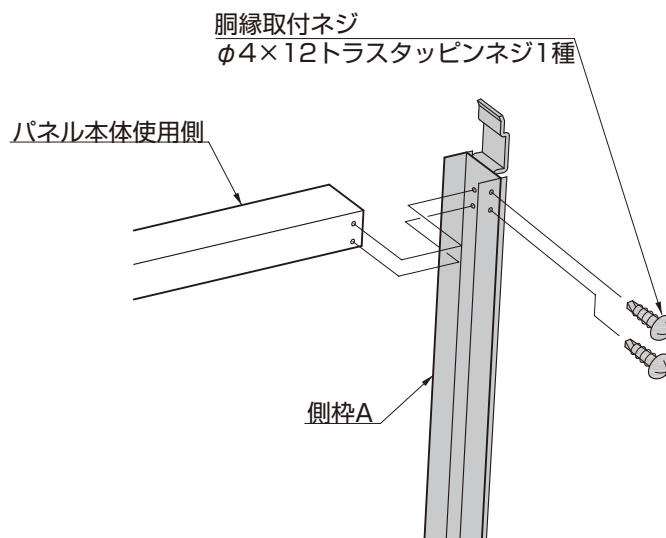

図3-5
- ⑥ 取り外した側枠Aをパネル本体使用側に $\phi 3.5$ の下穴をあけて、「胴縁取付ネジ」で取付けてください。(図3-5参照)